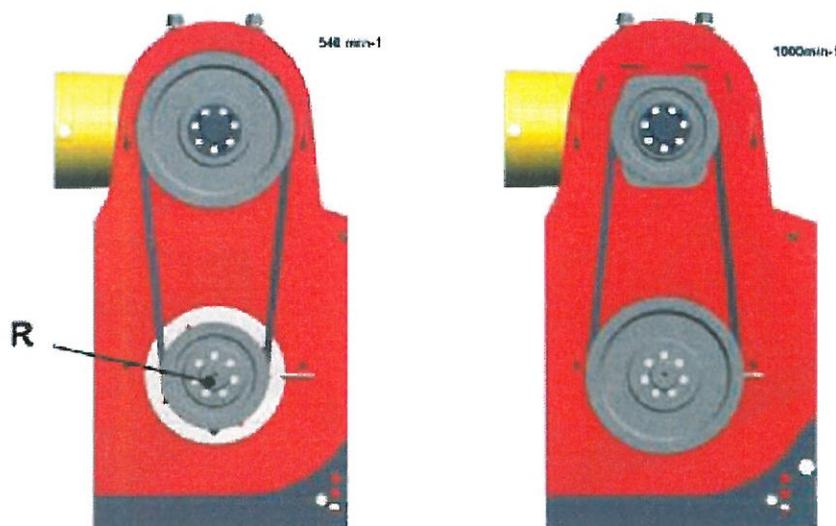
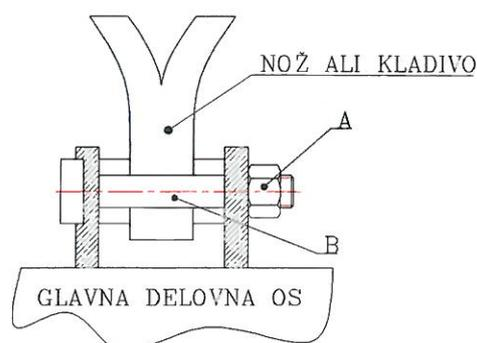
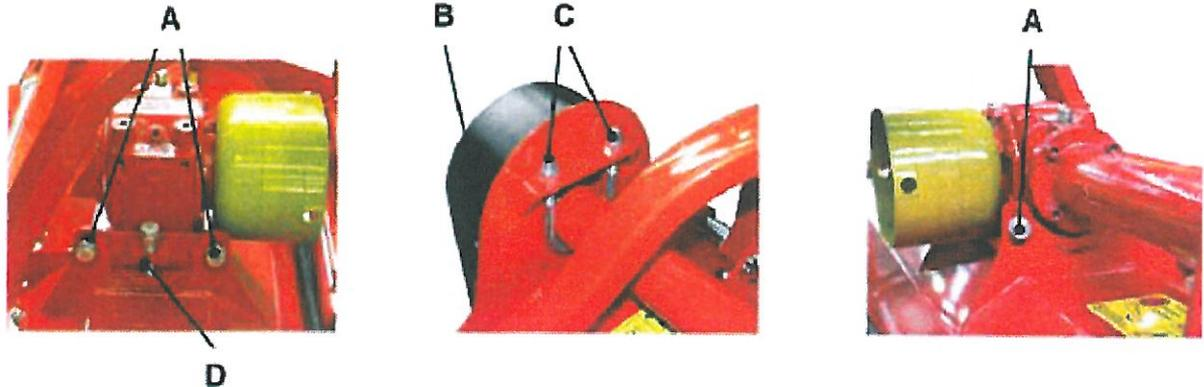

Bild 8: Lage der Riemenscheiben für verschiedene Umdrehungen der Kardanwelle von Schlepper
Bild 17: Auswechslung der Schlegel/Messer
Bild 18: Riemenwechsel
In Fall, dass Sie das Mulcher mit 1000 U/min an der Kardanwelle des Schleppers antreiben (der beste Mulchefeekt ist zwischen 920 und 1000 U/min), müssen Sie vor dem Antrieb die Riemenscheiben wechseln und zwar: unter-kleinere auf Achse des Multiplikators, ober-größere auf die Achse des Rotors. Vor der Beseitigung der Riemen stellen Sie den Betriebsmotor ab und ziehen Sie den Zündschlüssel aus. Zuerst lösen Sie 4 Schrauben am Träger des Getriebe A (Bild 18). Mit Spannschrauben C lösen Sie Riemen im Ganzen. Mit Drehung der Riemenscheibe demontieren Sie die Riemen. Bei der Demontage und Montage verwenden Sie keine scharfen Gegenstände, die den Riemen beschädigen könnten. Für die Beseitigung der Spannbuchsen (Bild 8, Pos. R) lösen Sie an beiden Riemenscheiben 7 Imbus Schrauben. Dann aufschrauben Sie 3 Schrauben in freie Gewindelöcher damit Sie beide Spannbuchsen auslösen. Wechseln Sie Positionen der Riemenscheiben (Bild 8). Riemenscheiben entfernen Sie immer zusammen mit Spannbuchsen. Montage Verfahren beenden Sie gemäß obigen Schritten in umgekehrter Reihenfolge.
Wenn während der Arbeit Vibrationen auftreten, hören Sie sofort mit der Arbeit auf und kontrollieren Sie die Schlegel/Messer. Im Falle der Abnutzung oder Beschädigung müssen Sie sie auswechseln und den Rotor ausbalancieren. Ausbalancieren des Rotors wird bei dem Hersteller durchgeführt. Die Auswechslung der Schlegel/Messer wird auf den abgeschalteten und dementsprechend aufgestellten Mulcher durchgeführt. Lösen Sie die die Sicherungsmutter A (Bild 17), ziehen Sie die Schraube B heraus und ersetzen Sie den Schlegel /Messer mit einen neuen. Setzen Sie die Schraube B ein und drehen Sie die Sicherungsmutter A stark ein. Minimaler zulässiger Durchmesser des Trägers ist 19 mm. Danach müssen Sie die Schraube wechseln.
Vor dem Riemenwechsel schalten Sie den Mulcher ab und abdrehen Sie den Kardan. Für die Spannung lösen Sie 4 Schrauben an dem Träger des Multiplikators A (Bild 18). Für die Spannunganpassung der Riemen aufschrauben sie Muttern an der Mulcherseite C. Die Riemen sind entsprechend gespannt bei der Kraft 80 N, wenn die Riemen (Druck mit dem Daumen) für 10 mm herabsinken. Achten Sie darauf, dass die untere und obere Riemenscheibe parallel verlaufen, damit die Riemen sich nicht so schnell abnutzen. Parallelität der Riemen einstellen sie mit der Schraube D (Bild 17). Verschrauben Sie alle Schrauben und montieren Sie den Riemenscheibendeckel B.
Vor dem Riemenwechsel schalten Sie den Schlepper ab und abdrehen Sie den Kardan. Lösen Sie die Schrauben auf dem Multiplierträger A (Bild 18). Entfernen Sie den Riemenscheibendeckel B. Mit den Spanschrauben C lösen Sie die Riemen. Mit einer Handdrehung der Riemenscheibe nehmen Sie die Riemen ab und ersetzen Sie sie mit neuen, die Sie mit Hilfe einer Handdrehung der Riemenscheibe montieren. Bei der Demontage und Montage verwenden Sie keine scharfen Gegenstände, die den Riemen beschädigen könnten. Nach der Montage verschrauben Sie die Spanschrauben C zurück wie die Anweisung für Anspannung der Riemen (Kapitel 5.3) bestimmt. Verschrauben Sie alle Schrauben und montieren Sie den Riemenscheibendeckel B. Für richtige Lage des Deckels nutzen Sie den Kontrollausschnitt.
- Lösen Sie 4 Schrauben M16, die sich am Träger der Getriebe (Bild 18 Pos. A) befinden.